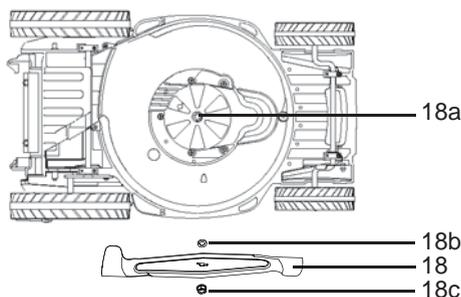

Fig.23
- > Desserrez l'écrou hexagonal [18c] en le tournant dans le sens contraire des aiguilles d'une montre avec une clé adaptée et enlevez-le avec le dispositif de coupe [18] et la bague [18b] (Fig. 23).